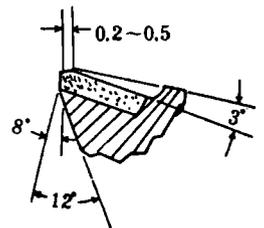

图4
1. 根据現場观察及理論分析,刀具的后角还不够大,經常发现合金刀片下面燒伤磨損严重,使支持力下降而造成刀尖崩刃,所以最好磨成双后角,并增大度数(图4) $\alpha_1 = 12^\circ$ $\alpha = 6-8^\circ$ 。